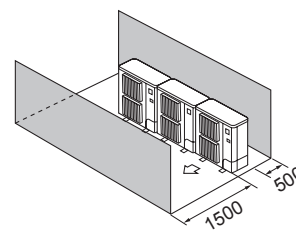

Fig. 2-15
- ④ Obstacole numai în față și în spate (Fig. 2-15)